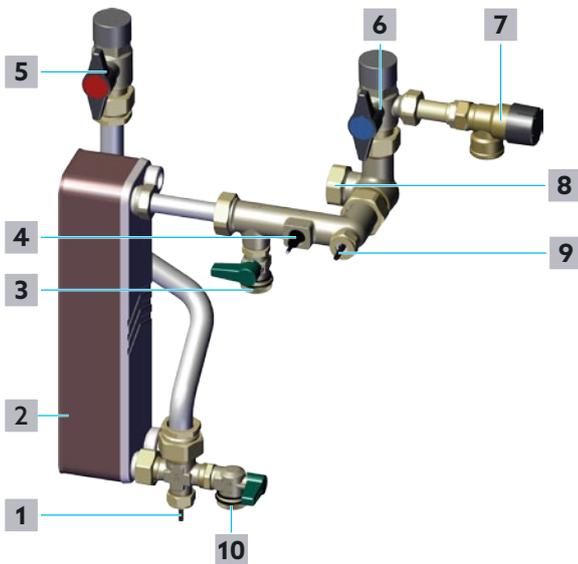

Fig. 34: Circuit E.C.S.
- 2 Fermer lentement le robinet d'arrêt à tournant sphérique - Eau chaude sanitaire (position **5** sur la Fig. 34 en page 37 et position **10** sur la Fig. 2 en page 11).
- 3 Fermer lentement le robinet d'arrêt à tournant sphérique - Eau potable froide (position **6** sur la Fig. 34 en page 37 et position **11** sur la Fig. 2 en page 11).
- 4 Dévisser le capuchon du robinet de vidange et de remplissage à tournant sphérique - Eau chaude sanitaire (position **10** sur la Fig. 34 en page 37 et position **16** sur la Fig. 2 en page 11).
- 5 Raccorder le tuyau de vidange pour l'eau potable au robinet de vidange et de remplissage à tournant sphérique - Eau chaude sanitaire (position **10** sur Fig. 34 en page 37 et position **16** sur la Fig. 2 en page 11).
- 6 Ouvrir le robinet de vidange et de remplissage à tournant sphérique - Eau chaude sanitaire (position **10** sur la Fig. 34 en page 37 et position **16** sur la Fig. 2 en page 11).
- 17** Fermer le robinet de vidange et de remplissage à tournant sphérique - Eau chaude sanitaire (position **10** sur la Fig. 34 en page 37 et position **16** sur la Fig. 2 en page 11).
- 5 Fermer le robinet de vidange et de remplissage à tournant sphérique - Eau chaude sanitaire (position 10 sur la Fig. 34 en page 37 et position 16 sur la Fig. 2 en page 11).